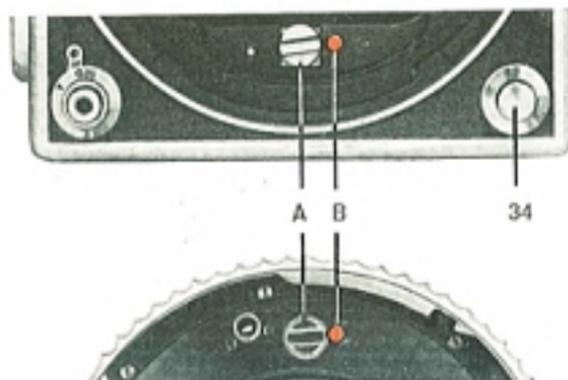

Fig. 20
On arme l'obturateur par le bouton d'enroulement de la pellicule qui agit sur l'axe de l'armement quand on le tourne (A fig. 20). Si l'obturateur a été déclenché pendant que l'objectif était enlevé du corps de l'appareil, il faut l'armer de nouveau avant de pouvoir adapter l'objectif dans sa monture. Dans la position "armé", la rainure de l'axe se trouve en face de l'index rouge (B). Il faut également que la fente de l'axe (A) se trouve en regard de l'index rouge. Le plus simple est de faire tourner cet axe dans le sens des aiguilles d'une montre en introduisant une pièce de monnaie dans sa rainure.